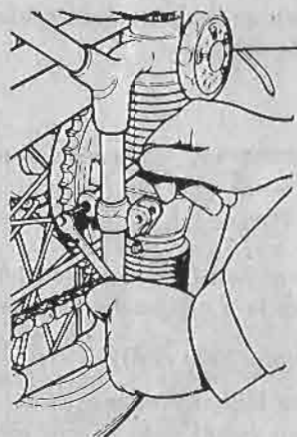

Fig. 4. — Réglage de la tension de la chaîne secondaire
E. — Chaîne secondaire AR (fig. 4).